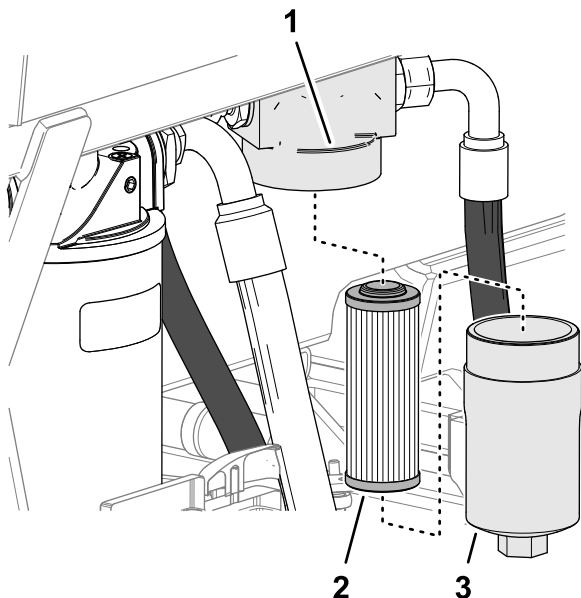

Figure 86
3. Sur le côté gauche de la machine, nettoyez la surface autour de la tête du filtre et placez un bac de vidange sous le boîtier du filtre (Figure 86).
4. Retirez le boîtier de la tête du filtre et déposez l'élément (Figure 86).
5. Installez un élément filtrant neuf sur la tête du filtre (Figure 86).